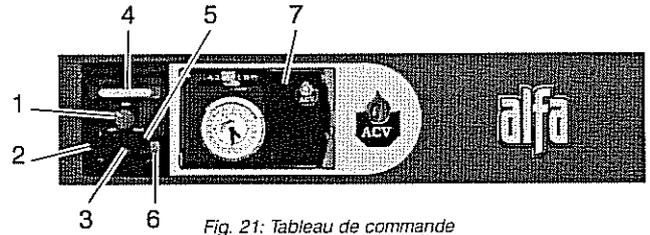
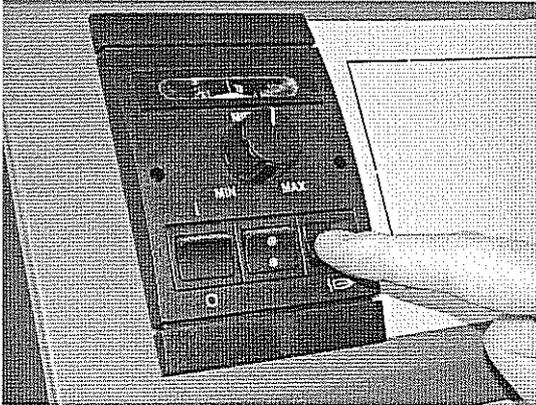

Fig. 21: Tableau de commande
Fig. 22: Bouton de réarmement brûleur
7.1.1 SE FAMILIARISER AVEC LE TABLEAU DE COMMANDE (Fig. 21)
Sur le tableau de commande, couper l'interrupteur général. (repère 2, Fig. 21)
1 - Thermostat de réglage ou potentiomètre de 60 à 90° C (repère 1, Fig. 21)
2 - Interrupteur général (repère 2, Fig. 21)
3 - Commutateur Été/Hiver (repère 3, Fig. 21)
4 - Thermomètre (repère 4, Fig. 21)
5 - Bouton de réarmement du brûleur (repère 5, Fig. 21)
6 - Lampe de mise en sécurité du brûleur (repère 6, Fig. 21)
7 - Régulation (repère 7, Fig. 21)
1. Appuyez sur le bouton de réarmement du tableau de commande (Fig. 22). Eteindre la chaudière durant quelques secondes via l'interrupteur générale (Fig. 21), ensuite réallumer la chaudière.